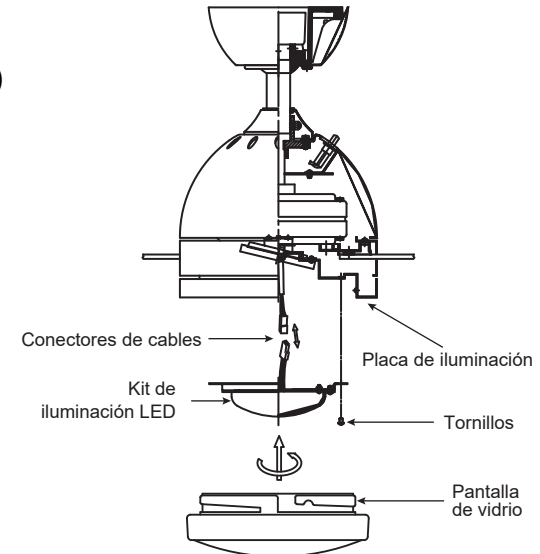

Fig. 18
Paso 1. Afloje los tres tornillos de montaje del interior del kit de iluminación LED (**Fig. 18**)
Paso 2. Mientras sujeta el kit de iluminación LED por debajo del motor del ventilador, prepare las conexiones eléctricas: (**Fig. 18**)
Paso 3. Inserte las conexiones en forma ordenada dentro de la placa de iluminación. Coloque los orificios principales del kit de iluminación LED sobre los dos tornillos aflojados previamente de la placa de iluminación, gire el kit de iluminación LED hasta que se traben en posición en el extremo angosto de las ranuras de los orificios principales. Ajuste bien los tres tornillos. (**Fig. 18**)
Paso 4. Levante la pantalla de vidrio contra el kit de iluminación y hágala girar en sentido horario hasta que quede ajustada. **NO AJUSTE EN EXCESO.** (**Fig. 18**).